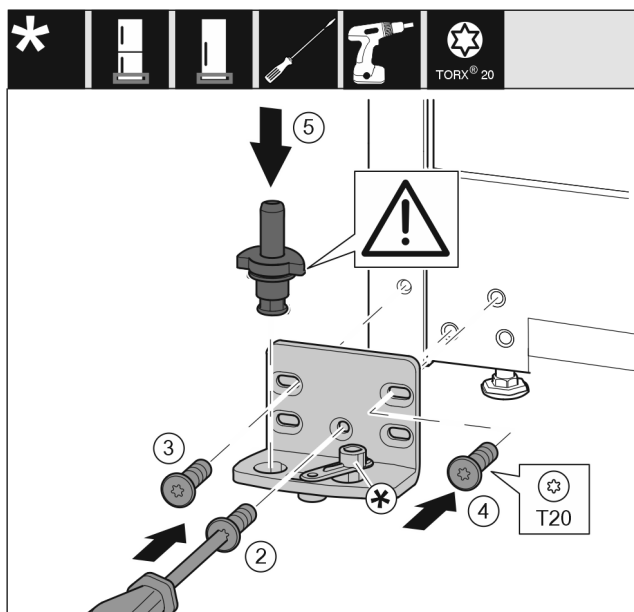

Fig. 16
- Lagerbus op de andere kant aanbrengen en met behulp van een schroevendraaier T20 vastschroeven. Met schroef 2 onder in het midden beginnen. Fig. 16 (2)
- Schroef 3 en 4 vastschroeven. Fig. 16 (3,4)
- Lagerbout volledig aanbrengen. Let op dat de vergrendelknok naar achter wijst. Fig. 16 (5)